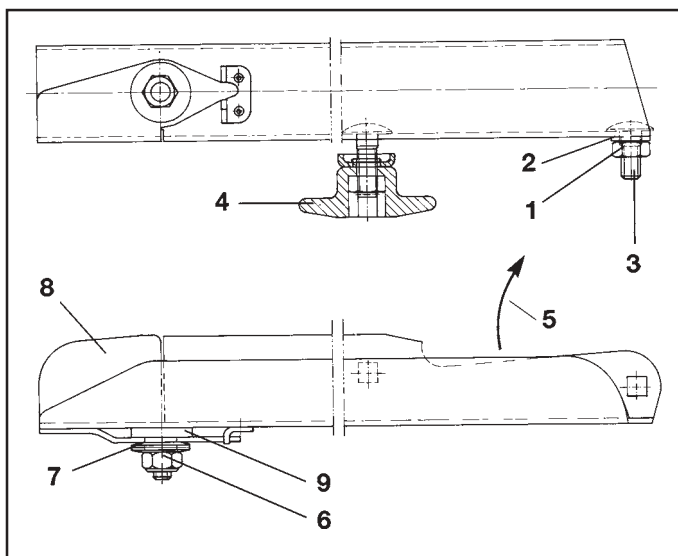

Fig. 9.3
- Fløjmmøtriken (fig. 9.3/4) spændes løs og spredeskivlen udskiftes.